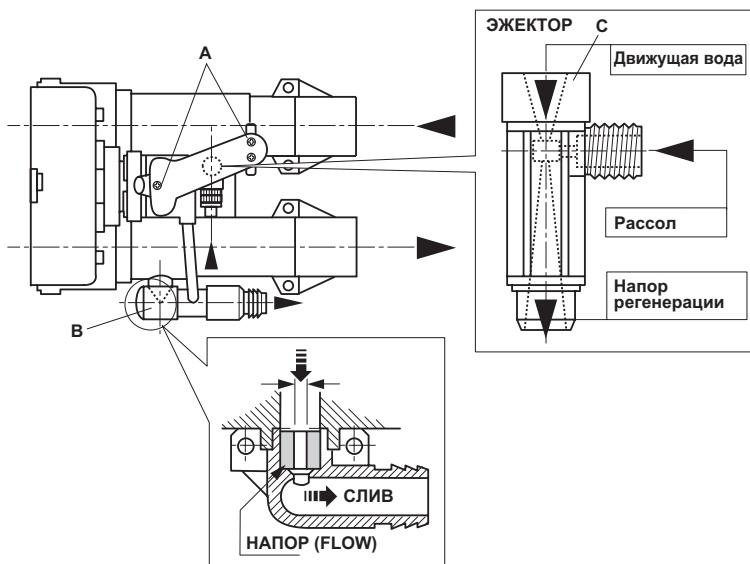

Рис. 7
**ЭЖЕКТОР** контролирует напор всасывания рассола (см. Рис. 7) и напор при медленной промывке. Эжектор не включается на стадии противотока, поскольку при этом создается баланс давления на противоположных торцах, который не допускает приток движущей воды через патрубки, блокируя засасывание рассола.
Отвинтив всего лишь три винта и сняв коллектор (см. Рис. 7, поз. А), можно легко производить техническое обслуживание эжектора.
Эжектор имеет три режима напора (см. Рис. 7)
**НАПОР (FLOW)** контролирует напор на стадии противотока и быстрой промывки (см. Рис. 7, поз В). Это устройство состоит из резинового цилиндра с отверстием, форма которого изменяется при увеличении давления. Изменение формы цилиндра сужает пропускное отверстие воды, уменьшая напор.